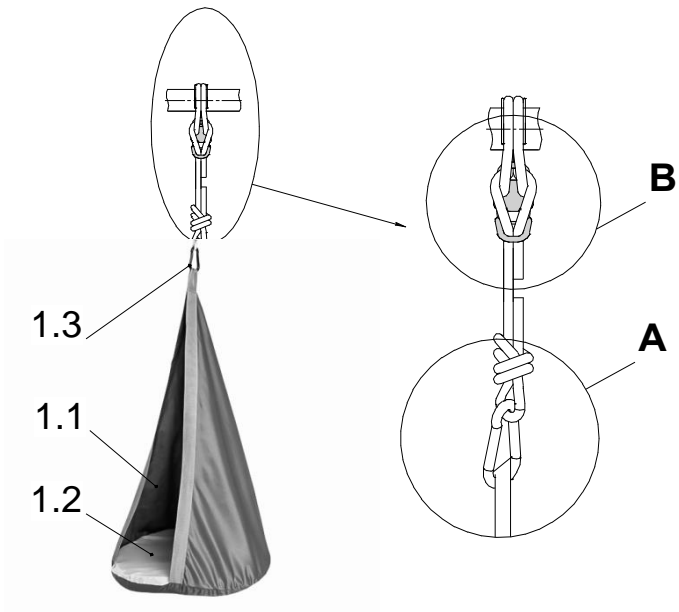

Рис.1
5.2 Установите гамак на комплекс согласно рис. 1 - 3.